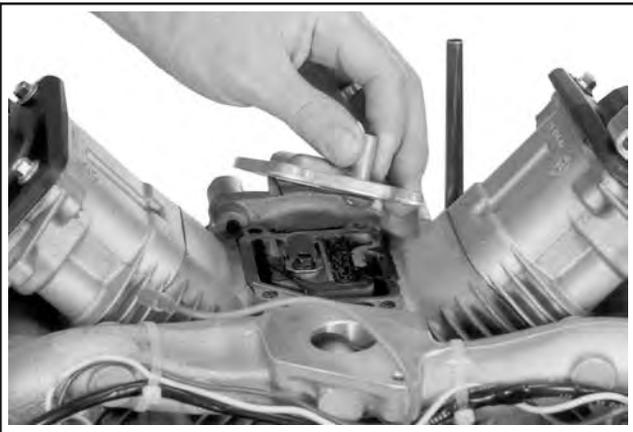

Abbildung 9-42. Abnahme des Entlüfterdeckels.
5. Den Entlüfterdeckel und die Dichtung (soweit verwendet) entfernen. Siehe Abbildung 9-42.